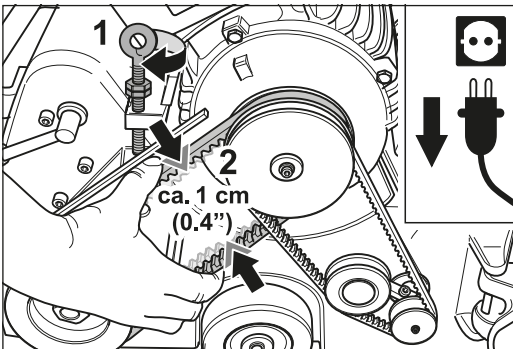

Fig. 53 Tension de la courroie : une flexion correspondant à peine à la largeur de la courroie doit être possible.
- 5 Placez la nouvelle courroie et tendez-la avec l'anneau à vis. La courroie doit pouvoir être fléchié tout juste sur sa largeur (fig. 53).